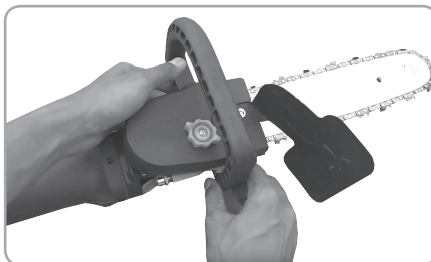

Fig.14
- Așezați Mânerul de susținere (4) peste lateralele carcasei (6) și fixați-l cu șuruburile M8x16 pe ambele laterale (Fig.14,15);